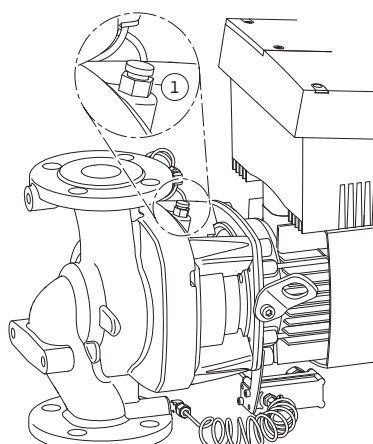

Fig. 51: Atgaisošanas vārsts
6. Atveriet atgaisošanas vārstu un izlaidiet saspiesto gaisu no sūkņa (Fig. 51, 1. poz.).